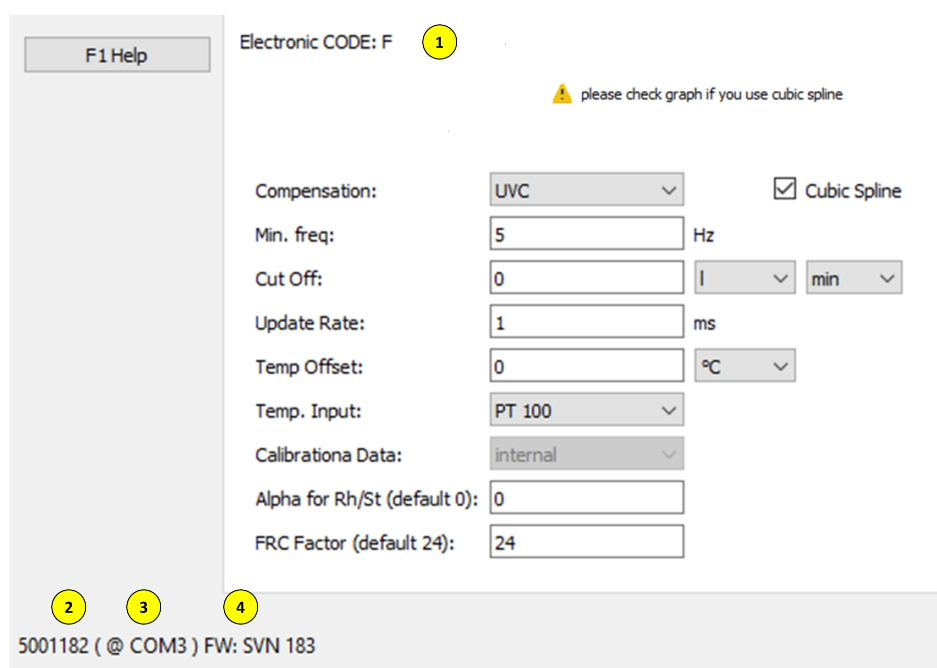

Abb. 6: Informationselemente der Software
**(1) Konfigurationscode der Hardware [Abb. 6]**
**(3) COM-Port [Abb. 6]**
**(2) PCB-Seriennummer [Abb. 6]**
**(4) Firmware rev. [Abb. 6]**